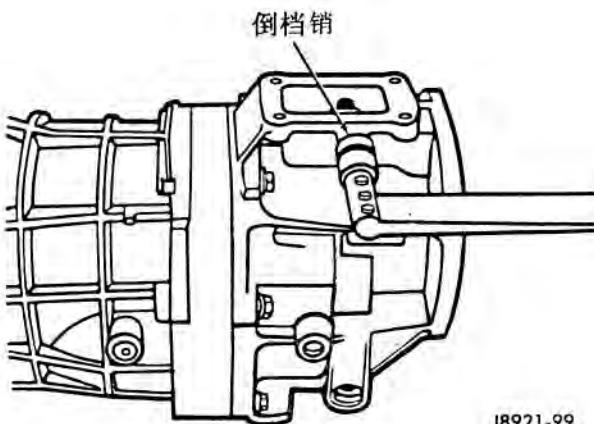

图 99 安装倒档销
(11) 在壳体上安装倒档销 (图 99)。拧紧扭矩为 27 牛顿米 (20 磅英尺)。